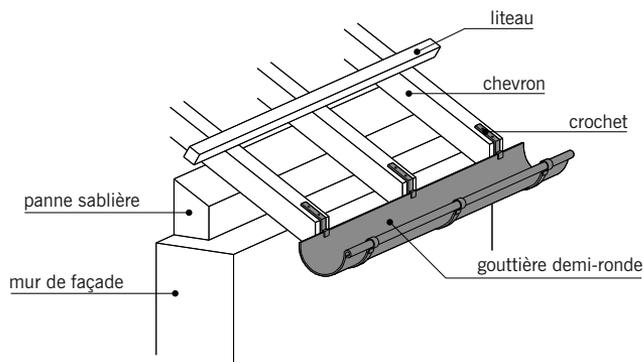

fig. 7.54
- La **gouttière pendante** qui est la plus courante (fig. 7.54 et 7.55). Elle est supportée par des crochets fixés soit aux chevrons de la charpente soit sur la planche de